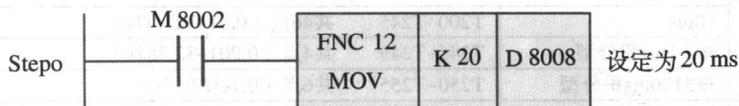

图1-1
6. 当电源瞬间停电时间小于10ms时, PLC照常运转, 但停电时间超过规定值或是电源电压降低至AC85V以下时, PLC停止运转, 输出全部变为OFF, 容许瞬间停电时间用户可由程序变更, 设定范围为10ms~100ms, 其方法是写在程序开头, 如图1-1所示。